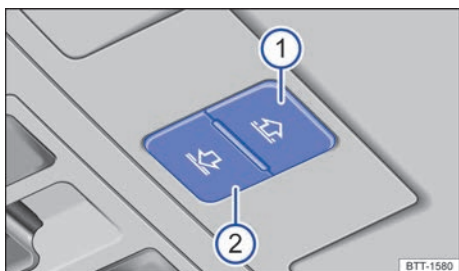

Fig. 118 En el revestimiento interior del techo: teclas para manejar la cortinilla parasol.
Las teclas → fig. 118 ① y ② tienen dos niveles. Pulsando las teclas hasta el primer nivel se puede abrir o cerrar la cortinilla parasol total o parcialmente.
- **Abrir la cortinilla parasol:** Pulse la tecla → fig. 118 ① hasta el primer nivel. Función automática: Pulse la tecla ① brevemente hasta el segundo nivel.
- **Cerrar la cortinilla parasol:** Pulse la tecla → fig. 118 ② hasta el primer nivel. Función automática: Pulse la tecla ② brevemente hasta el segundo nivel.
- **Detener la función automática durante la apertura o el cierre:** Pulse de nuevo la tecla → fig. 118 ① o ②.
- Antes de que transcurran aprox. 5 segundos desde la activación de la función antiaprisionamiento, pulse la tecla → fig. 118 ② hasta que la cortinilla se haya cerrado completamente.